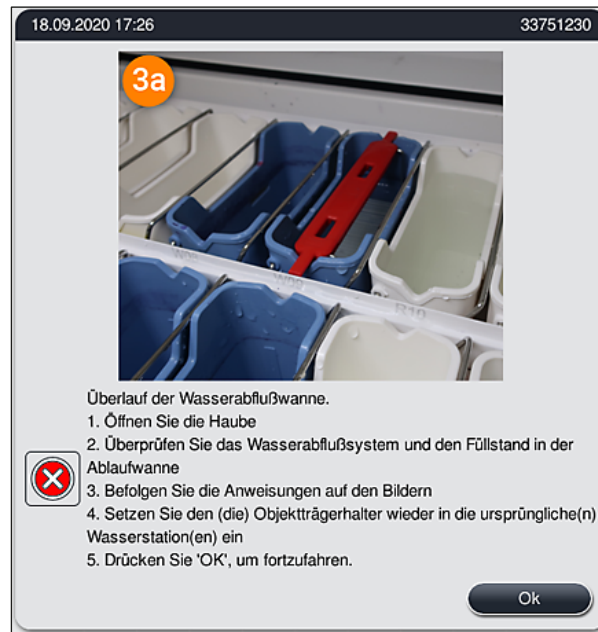
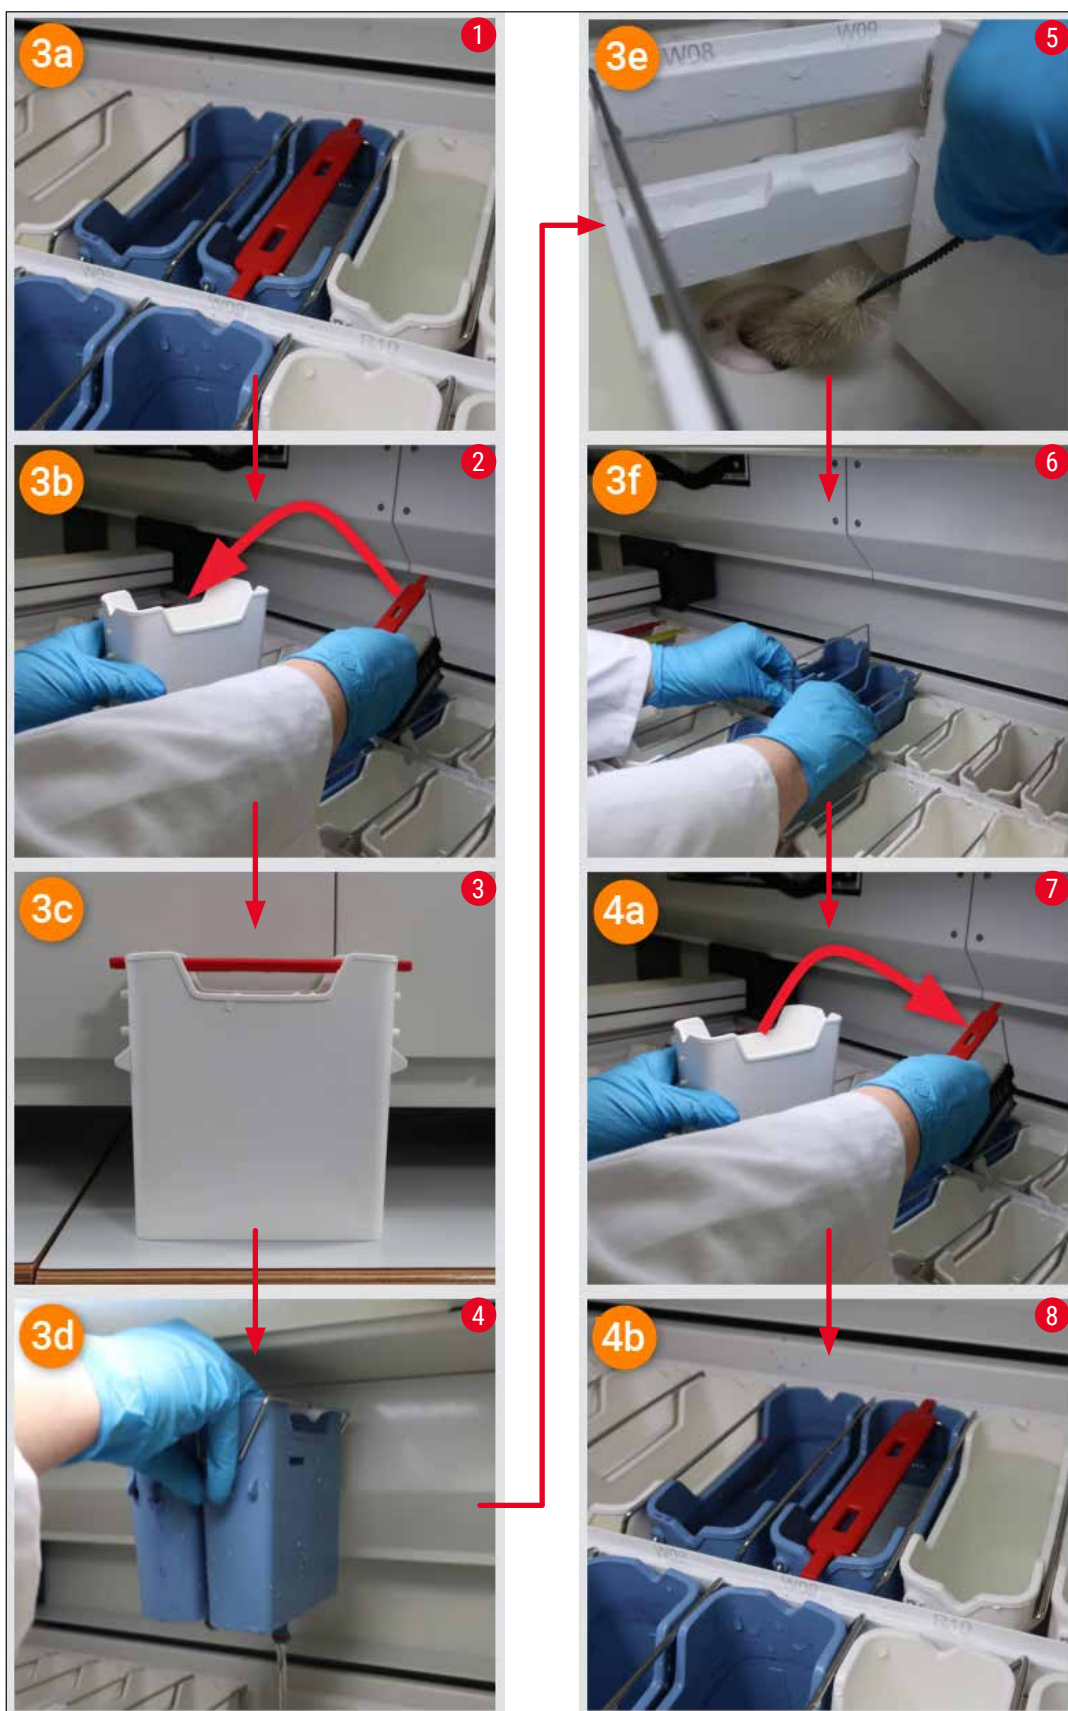

Abb. 120
Abb. 122
Die Blockierung eines Wasserablaufsystems kann durch ein blockiertes Ablaufsieb (→ "Abb. 98-1") oder einen blockierten Ablaufschlauch (→ "Abb. 7-1") verursacht sein. Eine solche Blockierung kann zu einem steigenden Wasserpegel in der Ablaufwanne führen. Hierdurch kann ein kritischer Wasserstand im Gerät erreicht werden. Der Benutzer wird durch eine Fehlermeldung am Bildschirm (→ "Abb. 120") und einen Alarmton darauf aufmerksam gemacht. Die Fehlermeldung gibt dem Benutzer mithilfe einer Bildsequenz Hinweise zur Behebung der Blockierung (→ "Abb. 122").
- Wenn der Wasserstand in der Ablaufwanne während der Fehlerbehebung unter den kritischen Pegel fällt, verschwindet die Meldung (→ "Abb. 120"), und der Benutzer wird durch eine andere Meldung darauf hingewiesen, dass der Färbevorgang fortgesetzt werden kann.